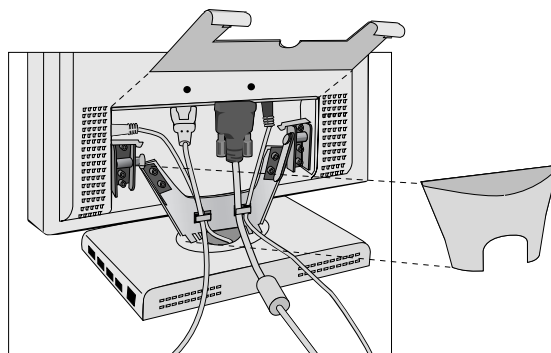

Рисунок R.1
1. Снимите крышку адаптера и крышку кабеля (**Рисунок R.1**).